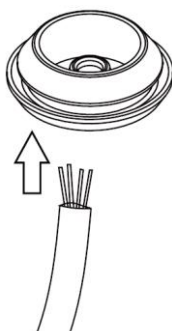

Рисунок 3
4.4 В случае вывода кабеля сверху, необходимо сделать отверстие в установочной поверхности, вытянуть уплотнительную заглушку (рис.3) и протянуть кабель.
В случае вывода кабеля сбоку, необходимо вытянуть уплотнительную заглушку (рис.3) и протянуть кабель через U-образное отверстие, расположенное на монтажном основании.